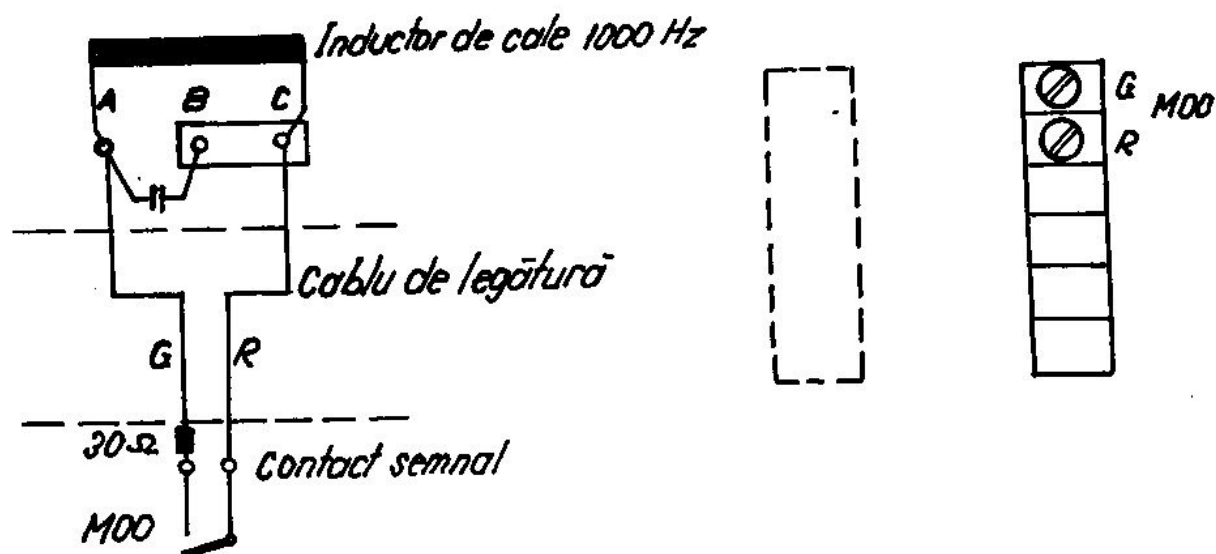

Fig. 32 Schema electrică și conectarea la semnalul prevestitor echipat cu inductor de cale de 1000 Hz
a) *Semnalul prevestitor al semnalului de intrare sau de trecere în poziție normală pe „oprește”, echipat cu inductor de cale de 1 000 Hz (fig. 32).*